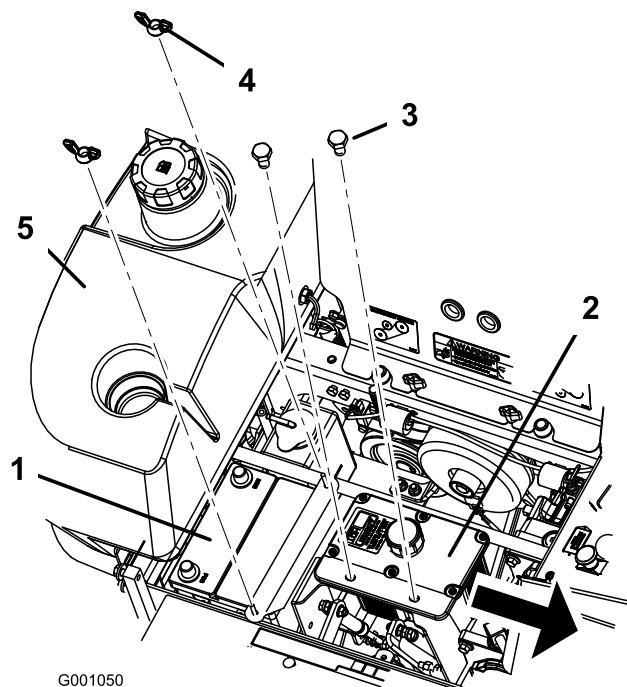

Figura 47
6. Retire ambas tuercas de orejeta (1/4 pulg.) que fijan la brida de la batería (Figura 47).
7. Retire los dos pernos que sujetan el depósito de aceite hidráulico (Figura 47).
6. Fije la batería con pernos en J, una brida de sujeción y 2 arandelas (1/4 pulg.), y 2 tuercas de orejeta (1/4 pulg.) (Figura 47).